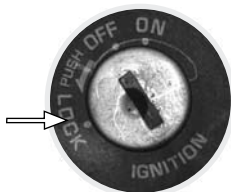

Imagen 37. Bloqueo de dirección.
3. Oprimir y girar la llave a la posición **"LOCK"**. Ver imagen 37.